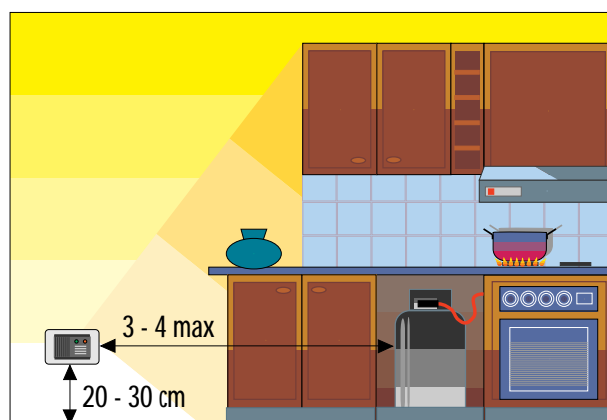

Fig.2
- Gas Stop GPL, adatto al rivelamento di gas pesanti (GPL, gas liquidi), a 20-30 cm max dal piano di calpestio (Fig. 2).